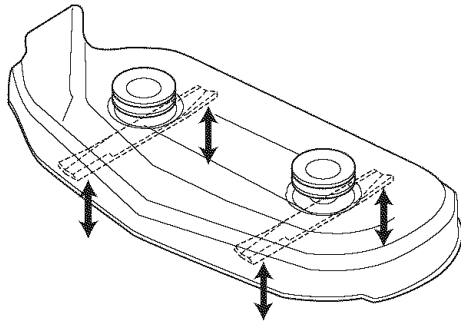

Figura 36. Orientar las Aspas de Adelante hacia Atrás
1. Gire las aspas de adelante hacia atrás como se muestra en la Figura 36. Mida la distancia del suelo a la punta delantera del asa central, y del suelo a la punta trasera de las aspas izquierda y derecha (Figura 37). Las puntas delanteras deben estar 1/8"-1/4" (3-6mm) más altas que las puntas traseras. Si no, proceda con el paso 2.